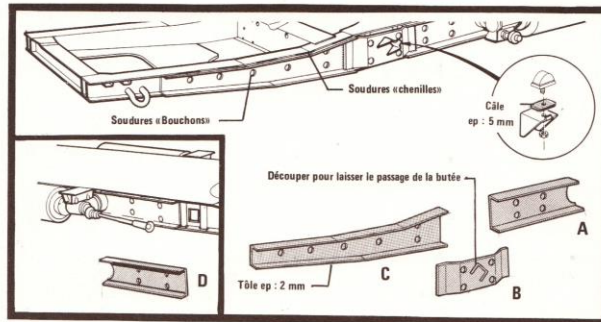

FIGURE 10
- Renforcer la plate-forme (Fig. 10).